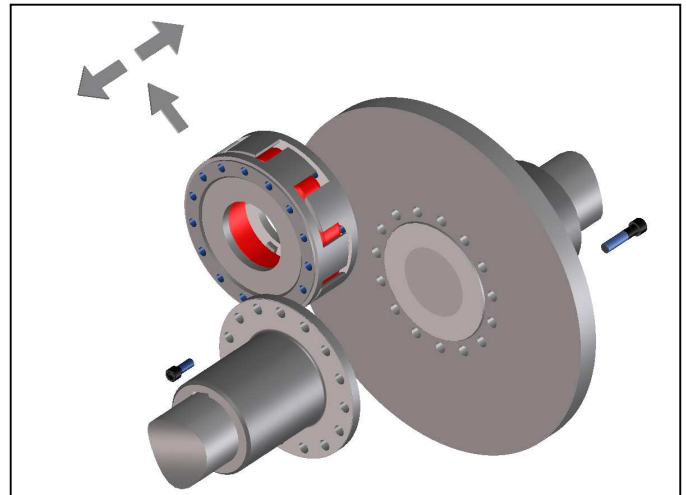

Bild 15
- Heben Sie das Zwischenstück zusammen mit dem elastischen Zwischenring heraus (Bild 15). Verwenden Sie bei größeren Kupplungen geeignete Montagehilfsmittel und Hebezeuge wie z. B. Krane oder Flaschenzüge.
- Setzen Sie die Klauenringe in der jeweils markierten Position ein. Achten Sie dabei darauf, dass die Teile beim Fügen am Zentriersitz nicht verkanten (Bild 15).